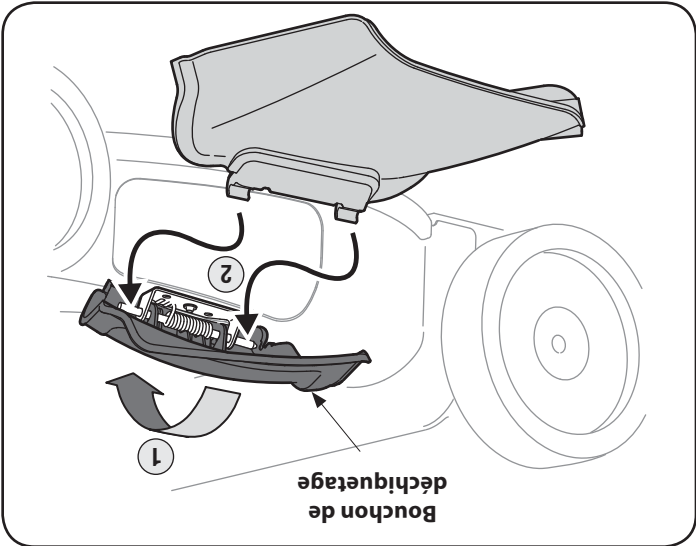

Figure 9
1. Relevez le bouchon de déchiquetage à charnière qui se trouve sur le côté du plateau de coupe. Voir la Figure 9.